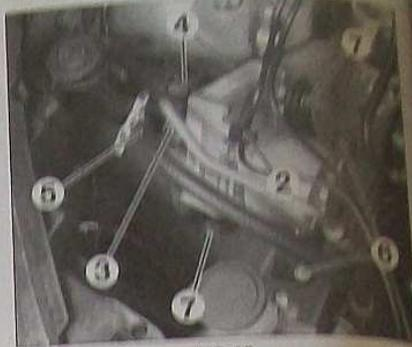

FIG. 12
- déclipser les canalisations du circuit de refroidissement (2) de l'électropompe et les écarter (Fig.12).
- déposer la vis de bridage (3) de la canalisation haute pression sur l'électropompe.
- débrancher les connecteurs (4) et la canalisation de retour (5) sur l'électropompe.
- déposer les vis de fixation (6) de l'électropompe et la dégager.
- À l'établi, déposer les vis (7) pour séparer l'électropompe de son support.
Dévisser la vis de bridage de la canalisation haute pression (3) sur l'électropompe puis écarter la canalisation (Fig.12).
- Débrancher la canalisation de retour (5) sur l'électropompe et diriger son extrémité vers un bac de récupération (Fig.12).
- Rebrancher la canalisation de retour (5) sur l'électropompe, avec un collier neuf (Fig.12).